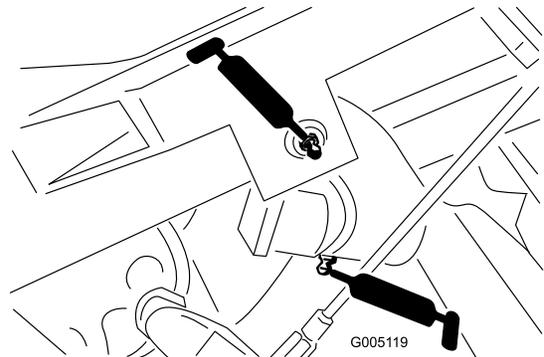

Figura 33
- Perno del braccio di sollevamento (3) e cerniera di articolazione (3) (Figura 33)